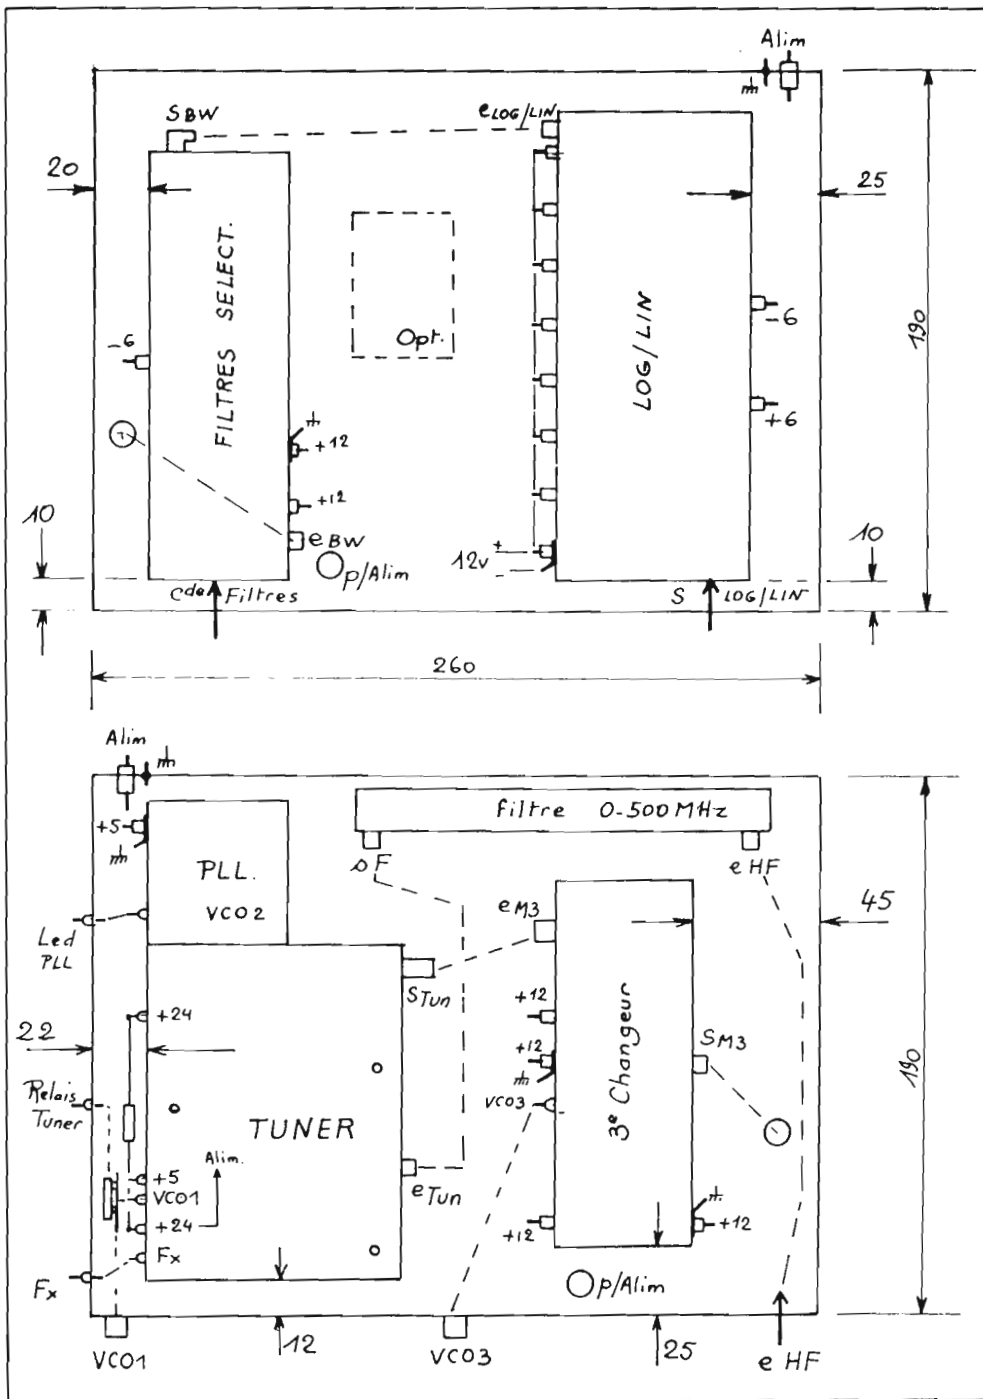

Fig. 7. - Organisation du boîtier HF.
- **La cloison.** Elle crée deux étages dans le boîtier et permet le montage des modules, dessus et dessous. C'est une simple plaque d'aluminium de 10 à 15/10. Elle est fixée sur la ceinture à l'aide de 8 petites équerres de fer-blanc, soudées sur les parois, de manière à amener la séparation juste à mi-hauteur du boîtier. Fixation de la cloison par boulons de 2,5 à 3 mm. Faire un assemblage d'essai. Présenter les modules LOG/LIN et filtres, selon la figure 7, pour déterminer l'emplacement des découpes rectangulaires de passage des cordons plats et de leurs connecteurs. Démontez et découpez. Percer aussi les trous des Cinch VCO1 et VCO3, du passage du coaxial HF et de son connecteur, des traversées isolantes Fx, R/Tun et Led, des filtres EO16 des cinq entrées d'alimentation. Souder les cinq cosses de masse, trois sur la paroi latérale et deux à côté des EO16. Emplacements à déterminer en observant les figures.